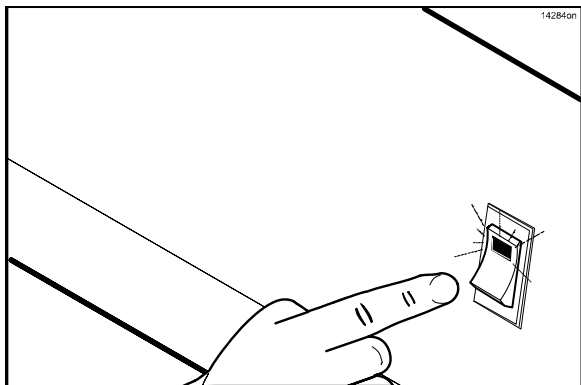

Рисунок 12
1. Установите блокировочный переключатель вентилятора в положение "ВКЛ". Контроллер выдаст сообщение - "ВЫКЛ". (См. рис. 12)